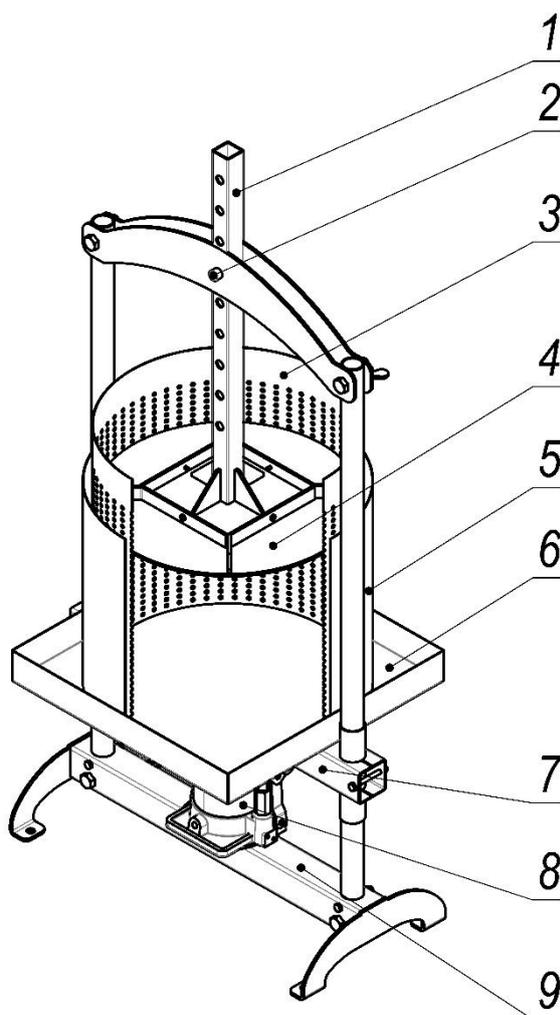

Рис. 1.
1.3 Пресс (рис. 1) состоит из корпуса (9), ходовой стойки (2), на которой закреплен прижимной диск (4), перфорированной корзины (3), которая помещается в защитный кожух (5), предотвращающий разбрызгивание сока. Корзина и кожух устанавливаются на поддон (7) для слива сока, расположенный на траверсе (7).